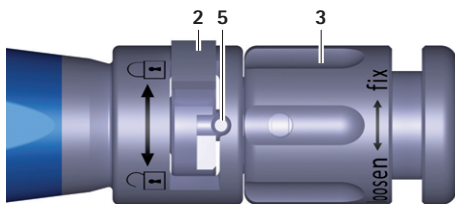

Fig. 4 Vista ingrandita strumento inseritore, impianto di prova/impianto serrato
- ▶ Ruotare il dado girevole **3** dello strumento inseritore **A** in senso orario (direzione "fix"), finché l'impianto di prova non è serrato saldamente, vedere Fig. 4.
- Ruotare il dado girevole **3** dello strumento inseritore **A** in senso orario (direzione: "fix"), finché l'impianto non è serrato saldamente, vedere Fig. 4.